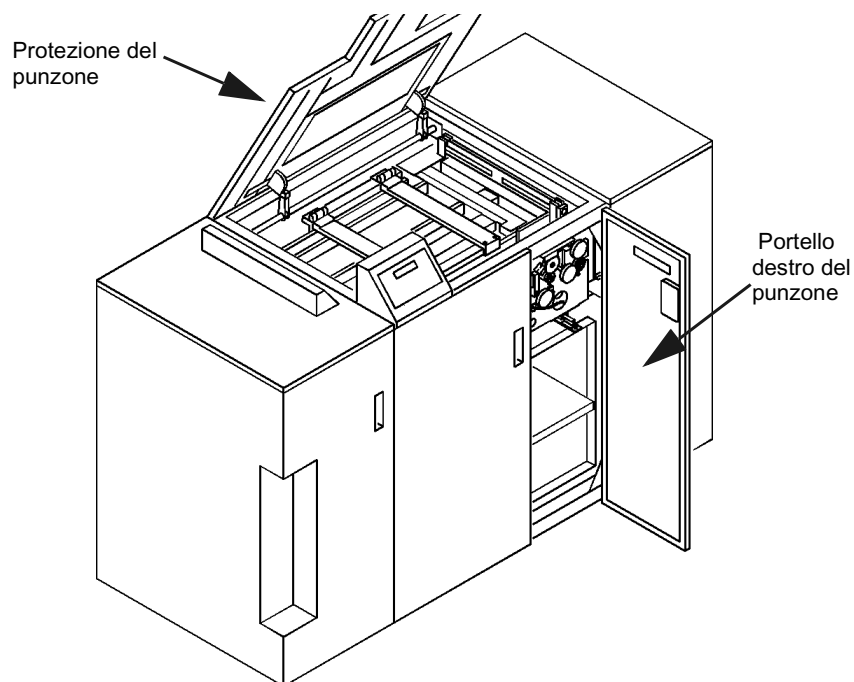

Figura 2-1: Portello e protezione del punzone aperti
- 1 Aprire il portello destro del punzone, come illustrato nella Figura 2-1.
- 2 Aprire la protezione del punzone, come illustrato nella Figura 2-1.